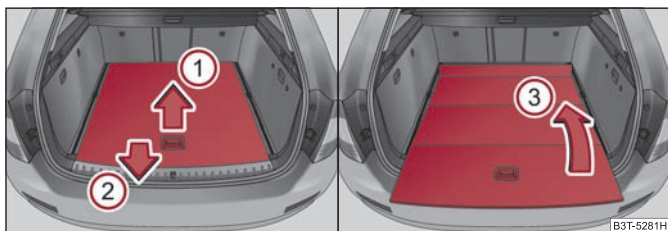
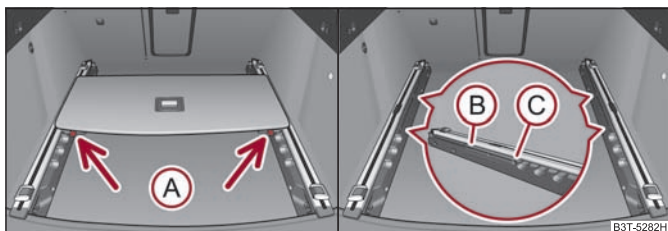

Abb. 89 Gepäckraum: variablen Ladeboden zusammenklappen
Abb. 90 Gepäckraum: variablen Ladeboden ausbauen
- Fassen Sie den hinteren Teil des Bodens am Griff an, heben Sie ihn etwas in Pfeilrichtung ① ⇒ Abb. 89 an und ziehen Sie ihn über den Stoßfänger in Pfeilrichtung ② heraus, bis er in der Öffnung ③ ⇒ Abb. 90 einrastet.
- Durch Bewegen in Pfeilrichtung ③ ⇒ Abb. 89 klappen Sie den Ladeboden zusammen.
- Drücken Sie die Sicherungstasten ④ ⇒ Abb. 90 und nehmen Sie den Boden heraus.
- Schieben Sie den Boden nach vorn bis er in den Öffnungen ⑤ ⇒ Abb. 90 in den Tragschienen einrastet.
- Drücken Sie vorsichtig an Stellen der Öffnungen ⑥ auf den Boden, bis er hörbar einrastet ggf. drücken Sie die Sicherungstasten ④.